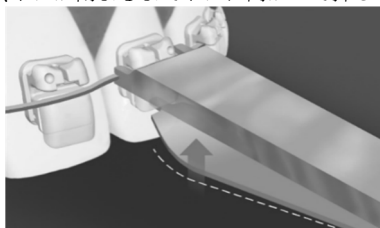

図 3
- (3) 3M ユニテック 開閉用 インストルメントのポインターを、ドアが閉まるまでドアに向かって押しつける (図 3)。